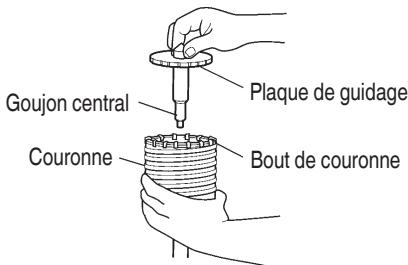

Fig. 19
- Engager la plaque de guidage dans la couronne et tourner la plaque de guidage à gauche ou à droite de manière à ce qu'elle ne puisse pas tomber, même si elle orientée vers le bas. (Fig. 19)